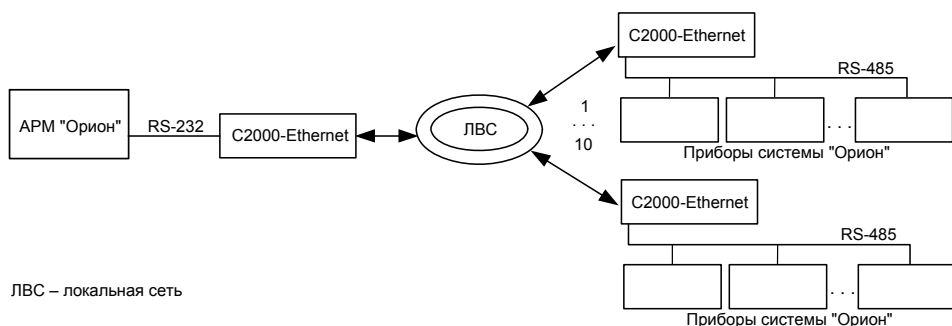
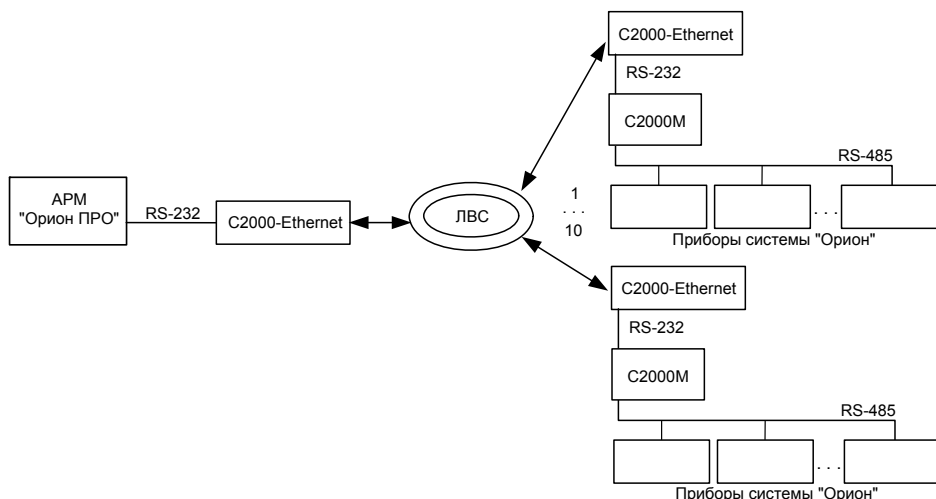
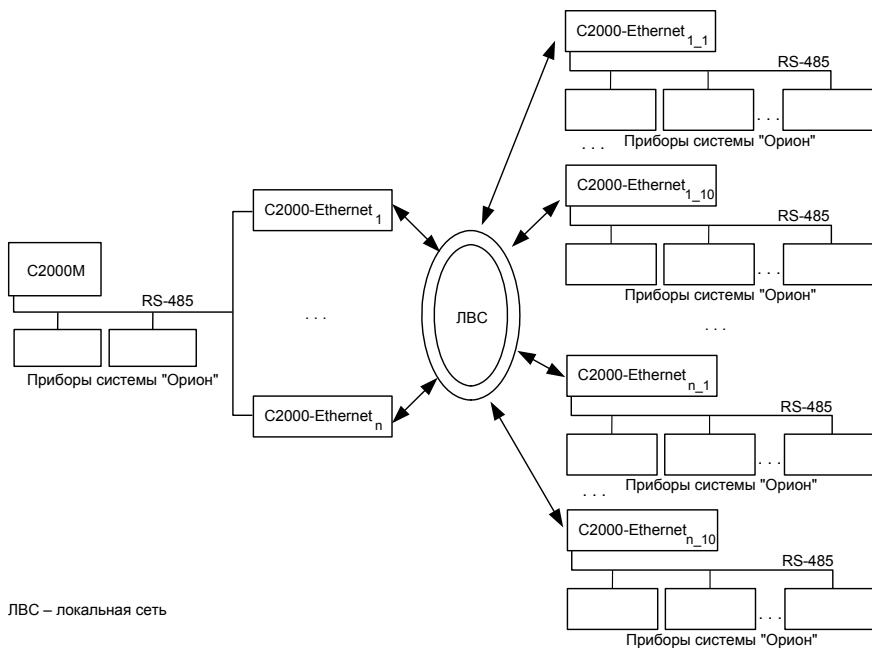
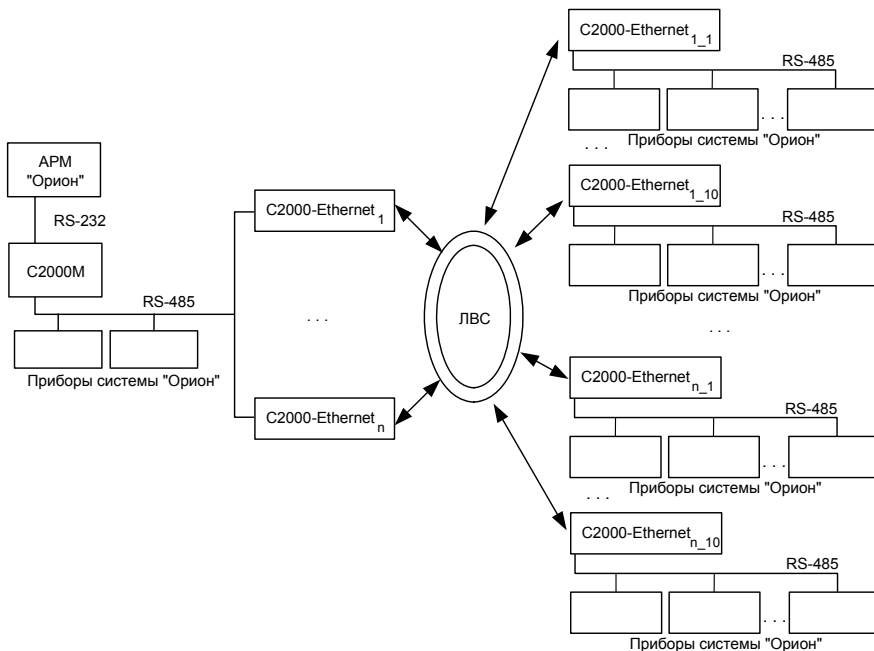

Рисунок 2 Типовая схема использования «C2000-Ethernet» с АРМ «Орион»
Рисунок 3 Типовая схема использования «C2000-Ethernet» с АРМ «Орион Про»
Рисунок 4 Типовая схема использования «C2000-Ethernet» с «C2000M»
Рисунок 5 Типовая схема использования «C2000-Ethernet» с АРМ «Орион» и «C2000M»
- 1) все приборы работают в «прозрачном режиме» (Рис. 2, Рис. 3, Рис. 4, Рис. 5);
К пульту «C2000М» можно подключить неограниченное количество «C2000-Ethernet», каждый из которых будет осуществлять ретрансляцию данных по локальной сети на свои удаленные «C2000-Ethernet» (Рис. 5).